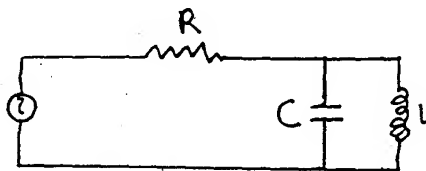

FIGURA 2
5.- El generador de un circuito suministra una corriente de voltaje eficaz 200 V con una frecuencia angular (pulsación) de 100 rad/s. Los valores de la resistencia, el coeficiente de autoinducción de la bobina y la capacidad del condensador, dispuestos tal como se indica en la Figura 2, son $R = 300 \, \Omega$, $L = 4 \, \text{H}$ y $C = 50 \, \mu\text{F}$ respectivamente. Calcúlese: